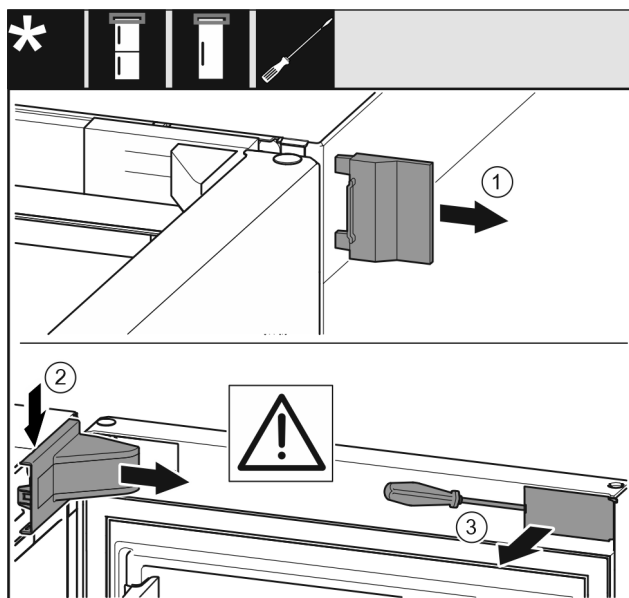

Fig. 7
- ▶ Nuimkite išorinę dengiamąją plokštelę Fig. 7 (1).
- ▶ Atfiksukite atraminės gembės dengiamąją plokštelę Fig. 7 (2) ir ją nuimkite.
- ▶ Išdrožiniu atsuktuvu atfiksukite apdailos skydelį Fig. 7 (3) ir pasukite jį į šoną.